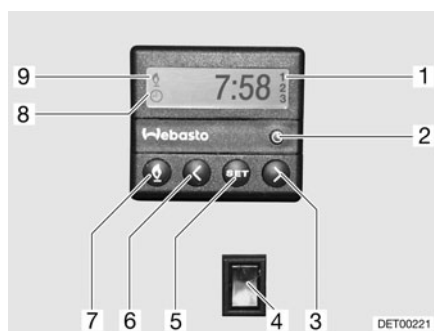

Fig. 159 Unidad de mando para la calefacción auxiliar
- Pulsar la tecla (Fig. 159,7). El funcionamiento de la calefacción se indica con el símbolo (Fig. 159,9).
- Pulsar la tecla (Fig. 159,7). Se apaga el símbolo (Fig. 159,9).
- Pulsar el interruptor (Fig. 159,4) por abajo. Se precalienta el motor.
- Pulsar el interruptor (Fig. 159,4) por arriba. El motor permanece frío.
- Pulsar la tecla (Fig. 159,2). El ajuste de la hora se indica con el símbolo (Fig. 159,8).
- Ajustar la hora con las teclas (Fig. 159,3 y 6).
- Pulsar la tecla (Fig. 159,5).
- Ajustar en 10 segundos el tiempo de conexión con las teclas (Fig. 159,3 y 6).
- Pulsar la tecla (Fig. 159,5) tantas veces como sea necesario hasta que aparezca en el display el número de programación (Fig. 159,1).